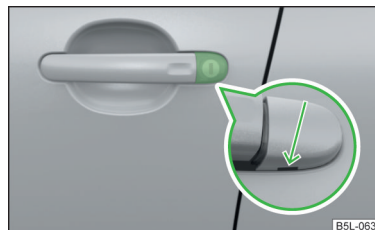

Fig. 187
- Insérer la clé du véhicule dans l'orifice situé sous le cache dans le sens de la flèche » fig. 187.